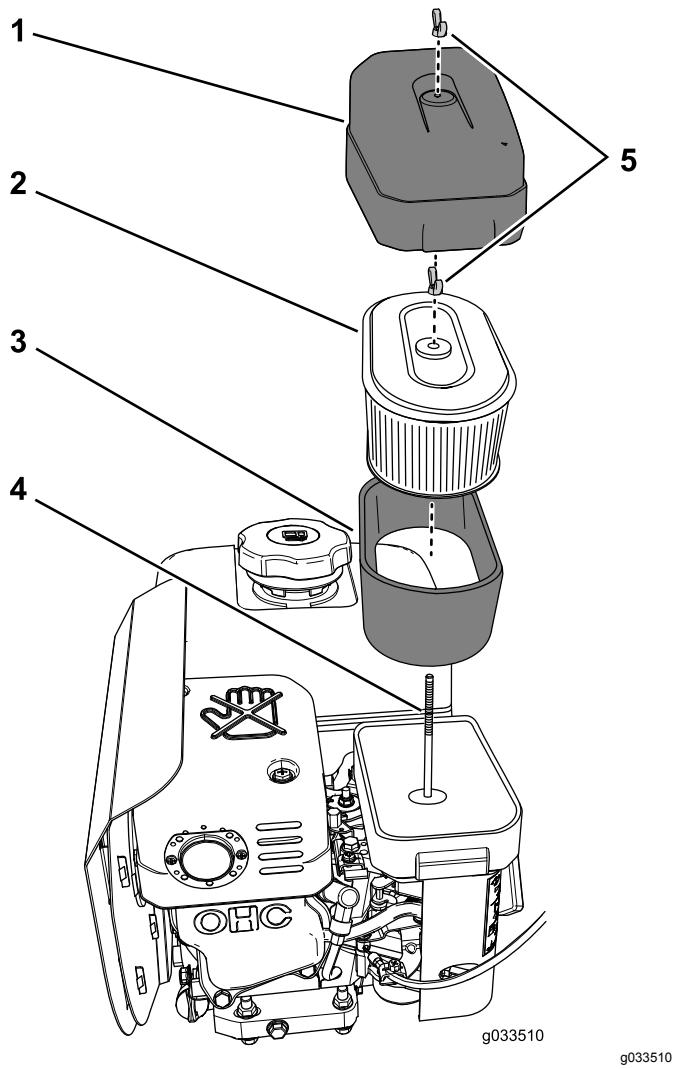

Figura 11
2. Limpe em torno do filtro de ar para impedir que a sujidade entre no motor e possa danificá-lo (Figura 11).
3. Rode a porca de orelhas que fixa a cobertura do filtro de ar no sentido contrário ao dos ponteiros do relógio e retire a cobertura (Figura 11).
4. Rode a porca de orelhas que fixa os elementos de papel e de espuma do filtro no sentido contrário ao dos ponteiros do relógio e retire os elementos do filtro da barra de suporte (Figura 11).
5. Puxe cuidadosamente o elemento de esponja do elemento de papel (Figura 11).
1. Inspecione o elemento no que respeita a rasgos, película oleosa ou danos (Figura 11).
1. Deslize cuidadosamente o elemento de espuma do filtro para o elemento de papel do filtro (Figura 11).
2. Alinhe o furo na placa superior do elemento de papel do filtro com a barra de suporte do carburador (Figura 11).
3. Prenda os elementos do filtro ao carburador com a porca de orelhas (Figura 11) que removeu no passo 4 de Retiro dos elementos de esponja e de papel \(página 11\).
4. Alinhe o furo na cobertura do filtro de ar com a barra de suporte (Figura 11) e prenda a cobertura à barra com a porca de orelhas que removeu no passo 3 de Retiro dos elementos de esponja e de papel \(página 11\).